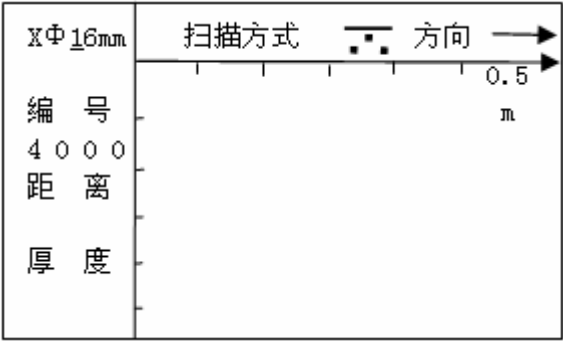

图 3-11      剖面钢筋 0.5m 扫描界面
0.5m 的剖面钢筋扫描界面如图 3-11 所示，首先设置工程信息，纵向钢筋的直径（默认值为 16mm）和编号（首位固定为 4），按 $\leftarrow$ 、 $\rightarrow$ 键移动光标位置，按 $\uparrow$ 、 $\downarrow$ 键可调整光标位置的数值，按返回键返回功能选择界面。完成以上设定后按确定键确认设置，并进行探头自校正，此时探头必须放置在空气中，远离强磁场干扰，在屏幕上出现 wait!，当 wait! 消失后，探头自校正完毕，此时可进入检测状态。